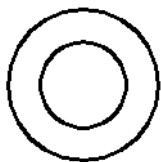

图 8-47 绘制同心圆
- 02 单击【绘图】工具栏按钮，绘制直径分别为 30 和 17 的同心圆，如图 8-47 所示。